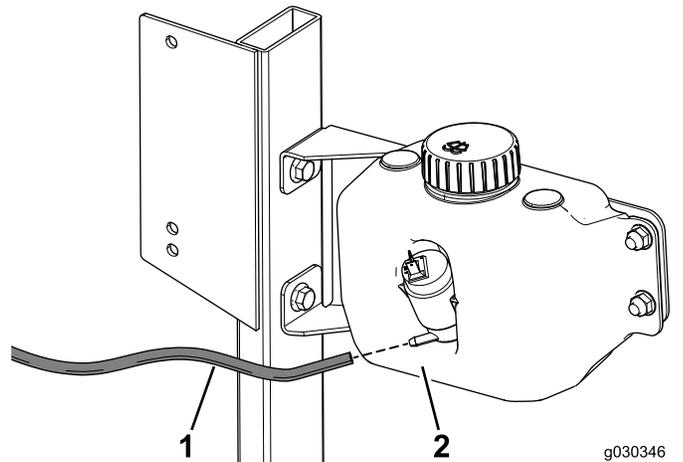

Bild 41
1. Schließen Sie ein Ende des Schlauchs für die Scheibenwaschanlage am Behälter für die Scheibenwaschanlage an (Bild 41).